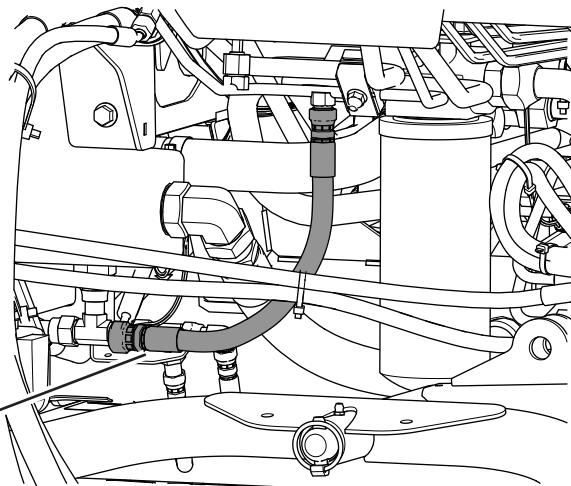

Figura 98
2. Coloque un recipiente grande debajo del acoplamiento situado en la parte inferior del depósito de fluido hidráulico (Figura 98).